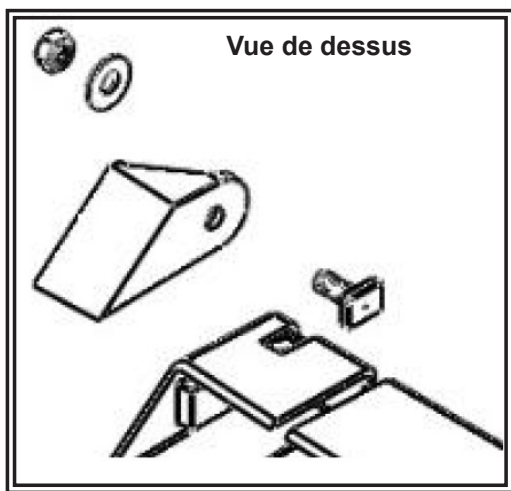

FIGURE 4
2. Installer le support de déflecteur comme indiqué à la figures 4 & 5. Serrer doucement l'écrou à la main.